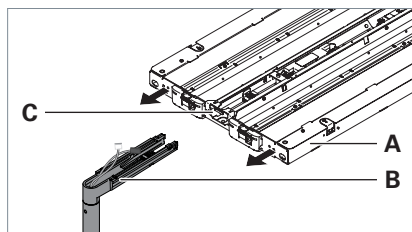

Fig. 2: Montaggio della testa dell'apparecchio d'illuminazione su braccio portante.
- Spingere il telaio dell'apparecchio **A** sul braccio portante **B** e condurre i fili attraverso il foro **C** sul lato del telaio, vedi Fig. 2.